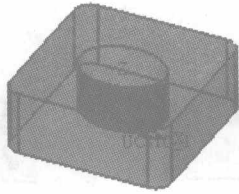

图 1-16
②【局部透明度 50%】: 所选择的曲面以 50% 的透明度显示, 如图 1-16 所示。